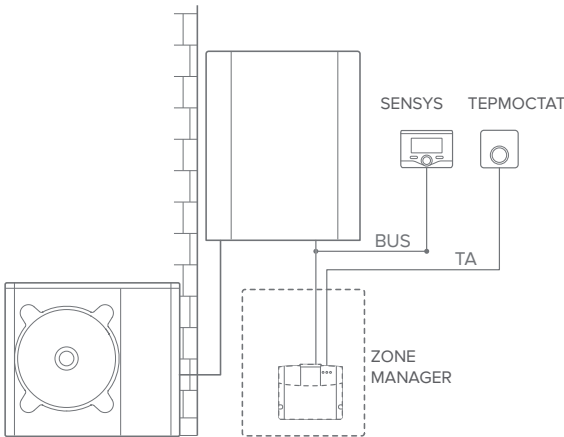

рис.5
**Активация служб ТД и ТК в системе с 2 гидравлическими контурами (встроенный или внешний диспетчер контура), управление которой осуществляют устройства, подключенные по шине BridgeNet, или устройства релейного типа (рис. 5)**